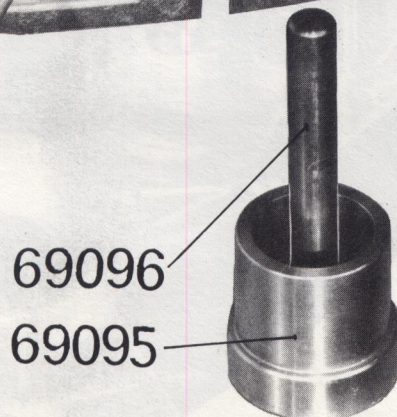

Figure 58
- Placer sur cet ensemble le carter préalablement chauffé (80 à 100°), la chambre des volants tournée vers le bas (figure 58).